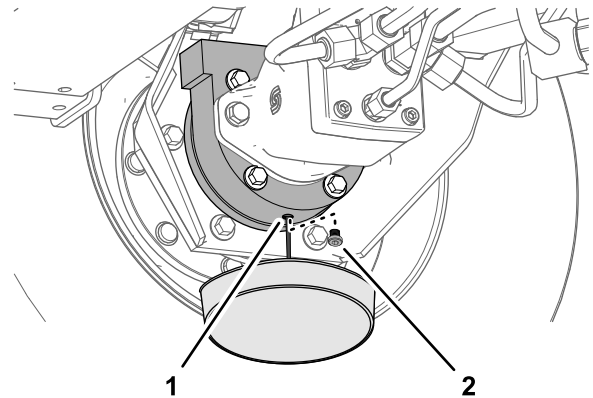

Figura 68
6. Mettete una bacinella sotto la scatola del freno, togliete il tappo di spurgo e lasciate defluire completamente l'olio (Figura 68).